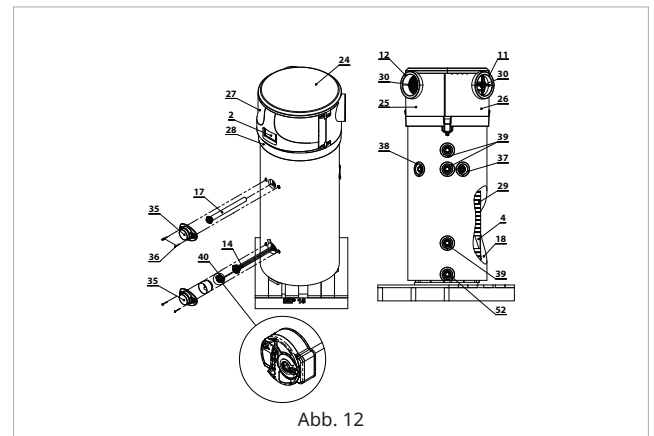

Abb. 12
- die Kunststoffabdeckung 35 entfernen, indem Sie die entsprechenden Befestigungsschrauben 36 lösen (Abb. 12);
- den Sicherheitsthermostat 40 manuell zurücksetzen, indem Sie die Taste drücken, wie in (Abb. 12) gezeigt;